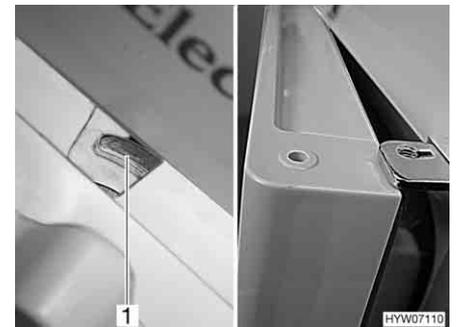

Fig. 139 Puerta del frigorífico en posición de ventilación (Dometic de la serie 7)
- Empujar el bloqueo completamente hacia la derecha. La puerta del frigorífico se fija con ayuda del bloqueo (Fig. 139,1). De este modo, la puerta del frigorífico quedará ligeramente abierta (Fig. 139).